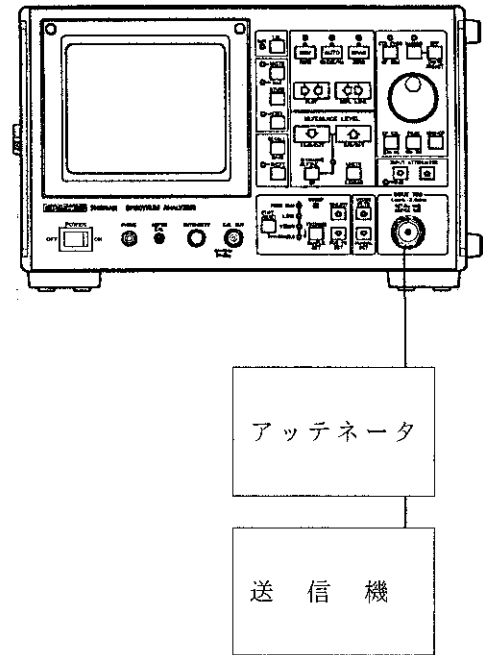
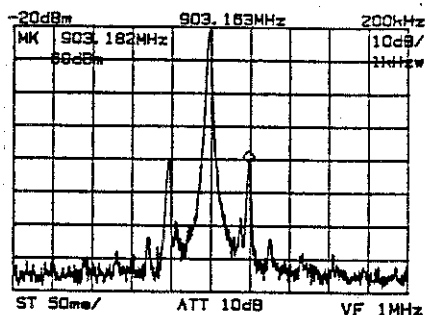

図 5-2 変調波測定の設定・アップ
図 5-9 変調周波数が高く
- ① AM送信機出力を、必要に応じて外部アッテネータを経由させて本器の入力コネクタに接続します (図 5-2)。
- ① [図 5-2] に示すようにAM送信器出力を、必要に応じて外部アッテネータを経由させて本体の入力コネクタに接続します。
- ② 中心周波数を搬送波の周波数に設定します。
- ③ 周波数スパンを変調周波数の10倍以下に設定します。
- ④ マーカを搬送波のピークに合わせ、その周波数をメモしておきます (図 5-9)。
- ⑤ マーカを変調信号スペクトラムのピークに移動させます。
- ⑥ このときのマーカ周波数、レベルと④のメモを比較し、その周波数差、レベル差から変調周波数および変調指数は次式から求められます。
[図 5-9] の例では $f_m = 20 \text{ kHz}$, $m = 2 \%$ となります。
- ① [図 5-2] に示すようにFM送信器出力を、必要に応じて外部アッテネータを経由させて本体の入力コネクタに接続します。